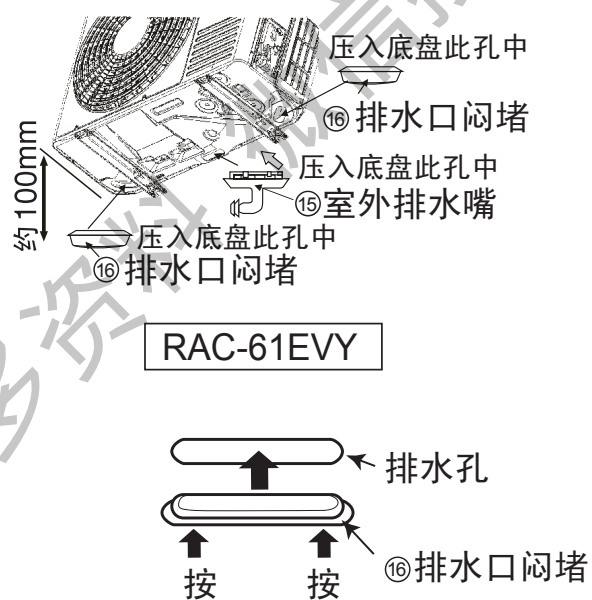

图28
- 2 请将机体在安装后，按图28所示将附件 ⑮ 室外排水嘴安装在出水孔中。